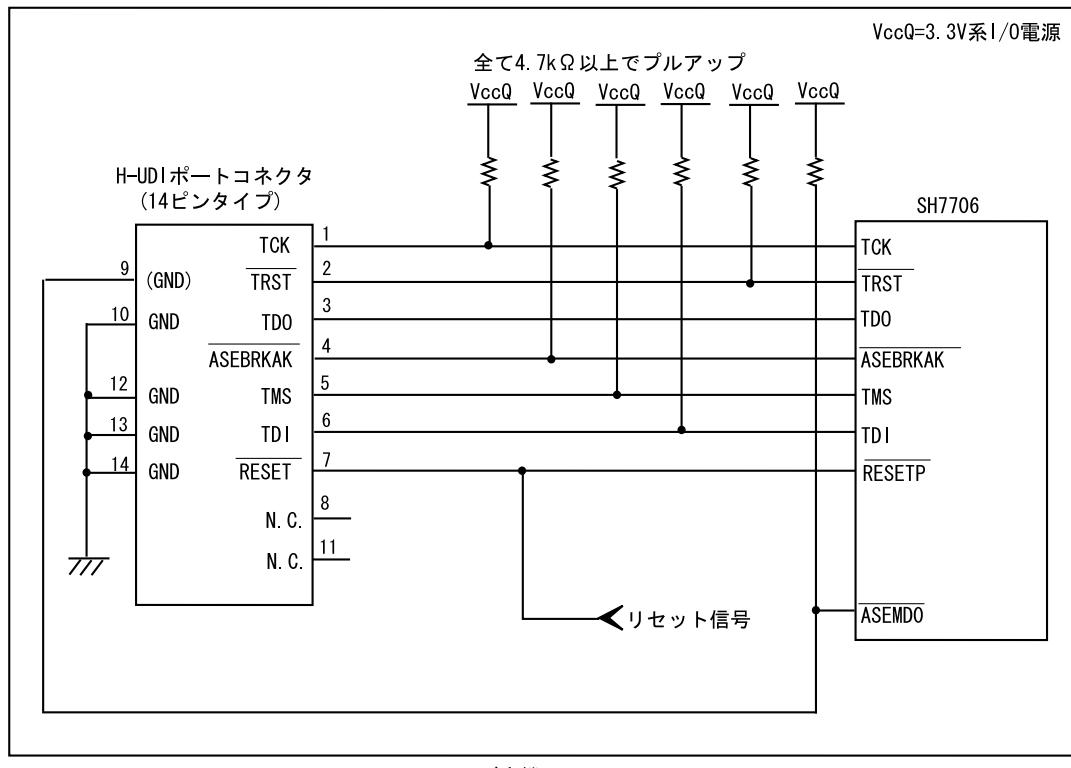

図 1.6 E10A-USB 使用時の H-UDI ポートコネクタ - チップ間の接続例
E10A-USB エミュレータ使用時の H-UDI ポートコネクタ(14 ピンタイプ)とチップ間の推奨接続例を図 1.5、UVCC 未接続時の接続例を図 1.6 に示します。
6. 図 1.5, 図 1.6 に記載されている抵抗値は、参考値です。
- 図 1.6 接続例で回路を組んだ場合の E10A-USB エミュレータのスイッチ設定 : SW2=0, SW3=1 スイッチ設定の詳細は、「SuperH™ファミリ用 E10A-USB エミュレータユーザーズマニュアル バッガ編 3.8 章 DIP スイッチの設定」を参照してください。